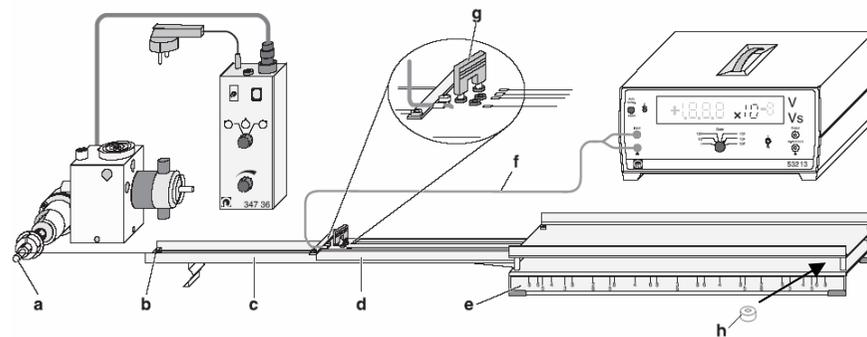

Рис. 2
Общий вид установка для проведения опытов показан на рис. 2. Магнитное поле создается в зазоре между полюсными пластинами при помещении цилиндрических постоянных магнитов ( $h$ ) в пазы основания ( $e$ ). Магниты устанавливаются всегда попарно, соблюдая одинаковую полярность (торцом с красным кольцом вверх). Всего имеется 8 пар магнитов. Устанавливая от 2 до 8 пар магнитов, можно получить между полюсными пластинами различную индукцию поля, пропорциональную числу пар. Для обеспечения однородности поля магниты должны устанавливаться на основание ( $e$ ) в точки с маркировкой, соответствующей числу пар.
- 1) Установить в пазы основания (e) восемь пар магнитов (см. рис. 2).
- 1) Пользуясь указаниями к Упражнению 1, провести три раза измерения э. д. с. для одной из скоростей движения каретки (по указанию преподавателя) для контура шириной 20 мм, подключив его перемычкой (g) (см. рис. 2).